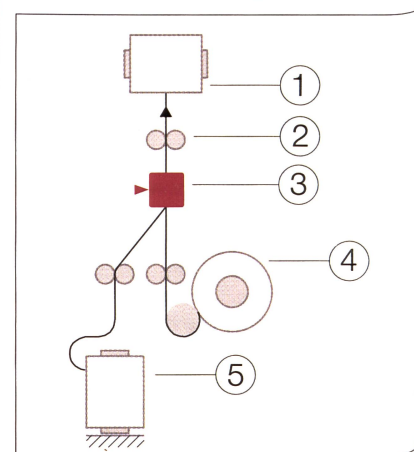

Abb. 5: Air-Covering-Verfahren
Voraussetzung, dass mit einem Verwirbelungsprozess gearbeitet werden kann, ist ein Filamentgarn. Stapelfasergarne können nur verarbeitet werden, wenn gleichzeitig ein Filamentgarn vorhanden ist. Abb. 5 zeigt das Air-Covering-Verfahren mit Luftverwirbelungsdüse. Unsere Erfahrungen mit unterschiedlichen Air-Covering-Maschinen zeigen, dass ein separates Lieferwerk für das Elastan die Prozessbeherrschung verbessert. Dabei werden die Komponenten (1) Aufwicklung, (2) Abzug, (3) Luftverwirbelungsdüse, (4) Elastan-Lieferwerk und (5) feststehende Filament-Garnspule unterschieden.